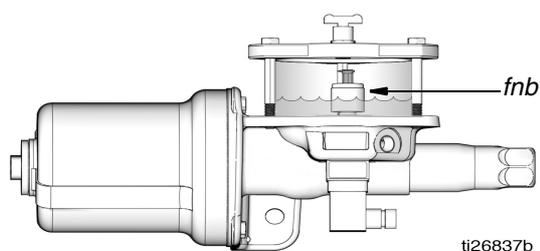

FIG. 11: Flotteur de l'indicateur de niveau bas en position de butée basse
À mesure que l'huile est distribuée, le flotteur de l'indicateur de niveau bas commence à descendre. Lorsque l'huile contenue dans le réservoir atteint le niveau bas, le flotteur en position de butée basse (voir la FIG. 11) ferme l'interrupteur de niveau bas normalement ouvert et un signal de niveau bas est envoyé au régulateur de lubrification (J).